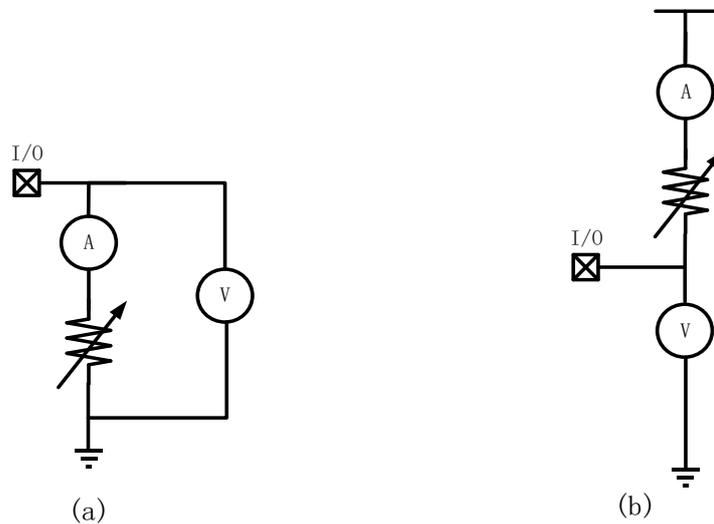

图 12. IOH/IOL 测试方法
2. IOH/IOL 测试方法：测试 IOH，从 I/O 输出：“1”，如图 12 (a) 从 I0 串联电流表和滑动变阻器到地，同时从 I/O 连接电压表到地，调整滑动变阻器使得 I/O 的电压为 0.5VCC，记录此时的电流表读数即是测量的 IOH；测量 IOL，从 I/O 输出“0”，如图 12 (b) 从 I/O 连接电压表到地，串联滑动变阻器和电流表到电源，调整滑动变阻器使得电压表读数为 0.5VCC，记录此时的电流表读数，该值即是测量的 IOL。根据不同 I/O 调整档位，记录不同档位的 IOH 和 IOL。(VCC=5V)
5. 图 12 (a) 中 I/O 电压为 0.8VCC 时，即电压表读数为 0.8VCC 时，上拉驱动电流 IOH (p8) 的值可由下式求得：
6. 图 12 (a) 中 I/O 电压为 VCC-0.2V 时，即电压表读数为 VCC-0.2V 时的上拉驱动电流 IOH(d2) 的值可由下式求得：
7. 图 12 (a) 中 I/O 电压为 0.2VCC 时，即电压表读数为 0.2VCC 时，上拉驱动电流 IOL (p2) 的值可
8. 图 12 (a) 中 I/O 电压为  $VCC-0.2V$  时，即电压表读数为  $VCC-0.2V$  时的上拉驱动电流  $IOH(d2)$  的值可由下式求得：